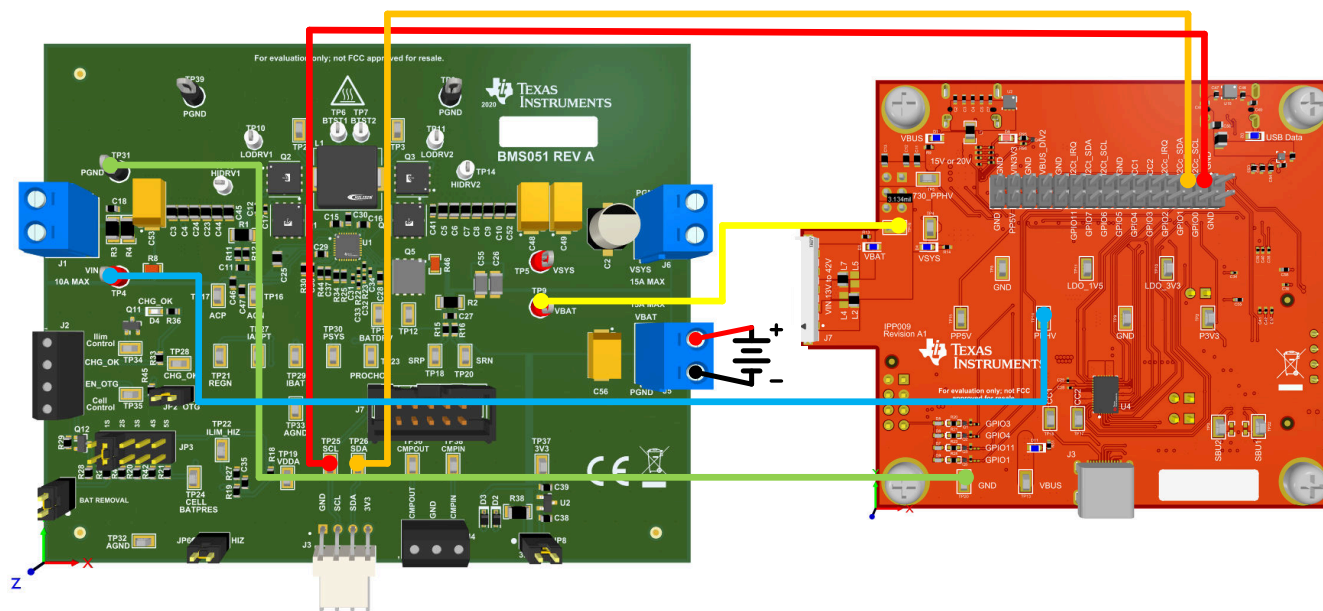
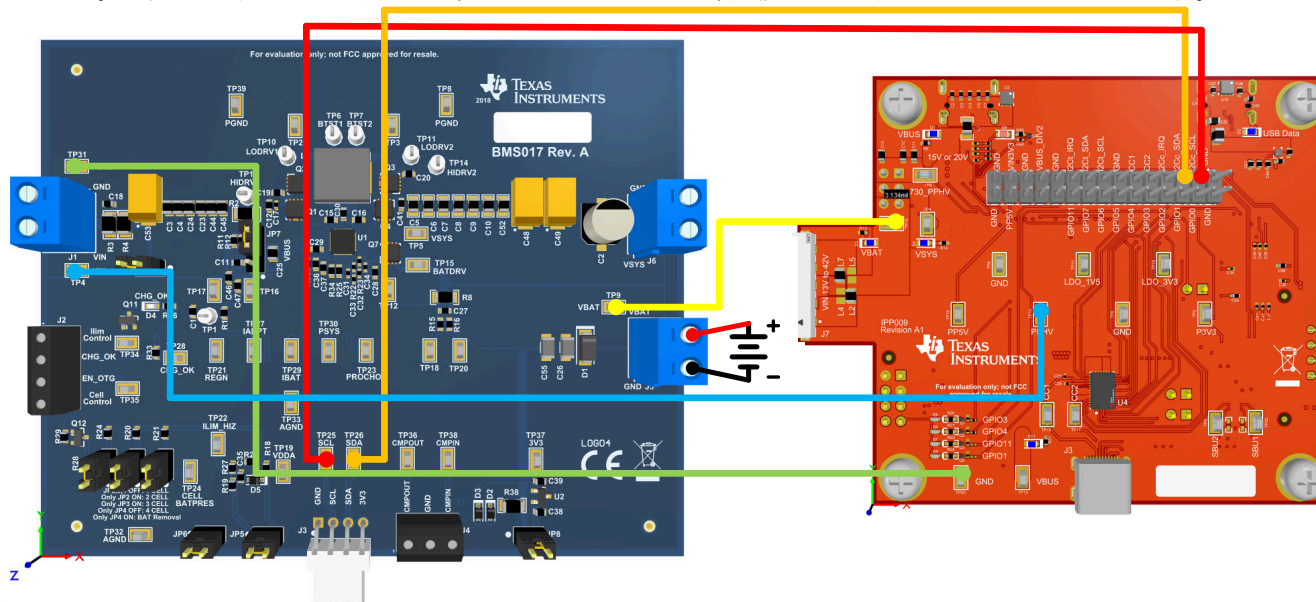

図 4-8. TPS25751EVM および BQ25731EVM のハードウェア セットアップ
図 4-9. TPS25751EVM および BQ25713EVM のハードウェア セットアップ
2. 図 4-8 に、テストフック クリップまたはジャンパワイヤを使用して 2 つの EVM を接続する方法を示します。詳しくは、図 4-9を参照してください。
2. テスト用フック クリップまたはジャンパ ワイヤを使用して、下図のように 2 つの EVM を接続します。詳しくは、図 4-9 を参照してください。